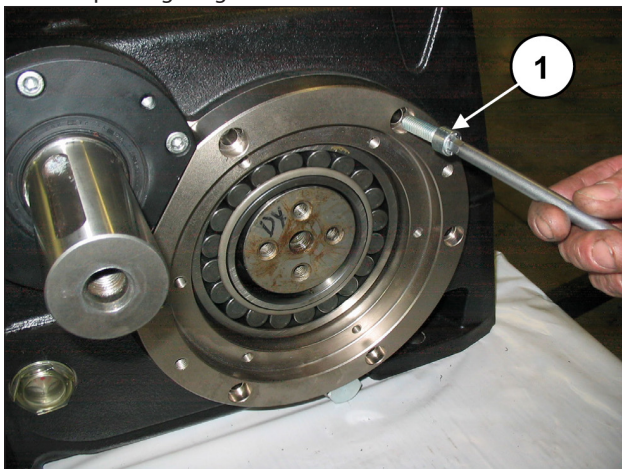

Abb. 75
Befestigen Sie die Lagerdeckel anhand von 6+6 Schrauben M10x30 (Pos. ①, Abb. 75). Eichen Sie die Schrauben mit einem Drehmomentschlüssel, wie in Kapitel 3 gezeigt.